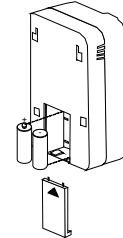

Bild 4
6. Öffnen Sie den Batteriedeckel durch Herunterdrücken der Batterieklemmen (Bild 4).